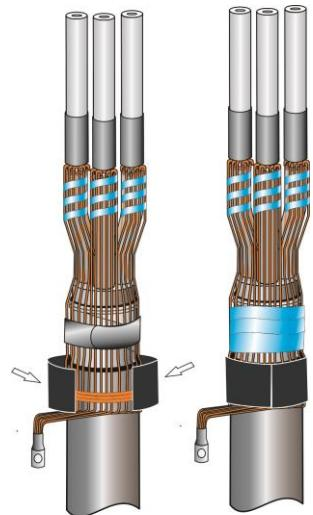

Рис.9
9. Загерметизировать пружину постоянного давления с помощью ленты ПВХ. Обернуть ленту-герметик поверх проволок экрана в соответствии с Рис.9.